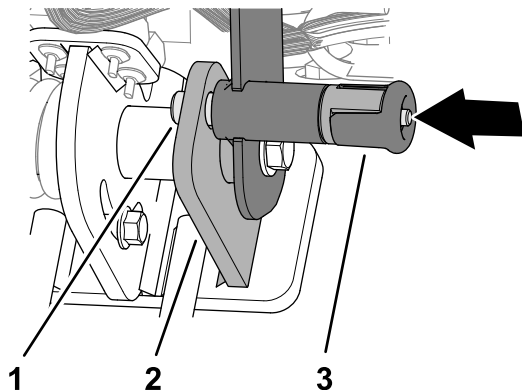

Figura 73
2. Asegúrese de que el pasador del cierre del manillar pase por el orificio de la placa de trinquete (Figura 73).